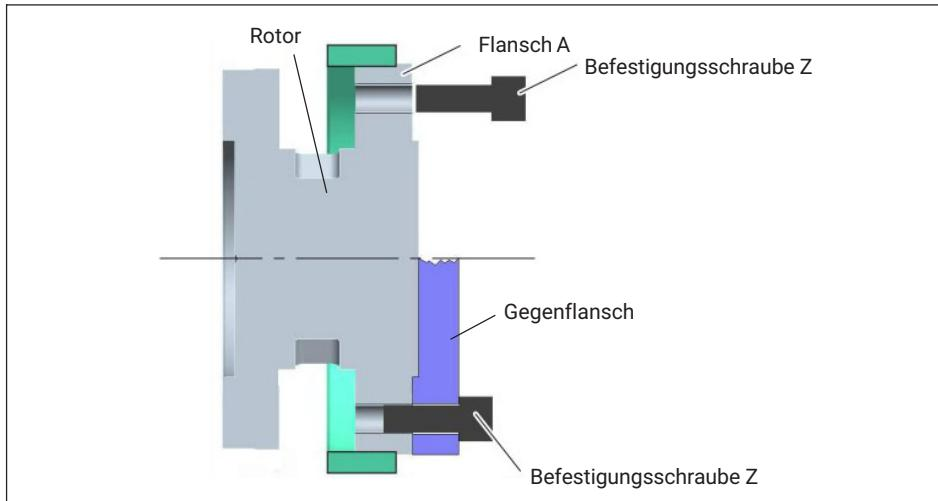

Abb. 6.4 Befestigung des Rotors
- Verwenden Sie für die Verschraubung des Rotors (siehe Abb. 6.4) acht Innensechskantschrauben DIN EN ISO 4762 der Festigkeitsklasse nach Tab. 6.2 in geeigneter Länge (abhängig von der Anschlussgeometrie, siehe Tab. 6.2 auf Seite 20).